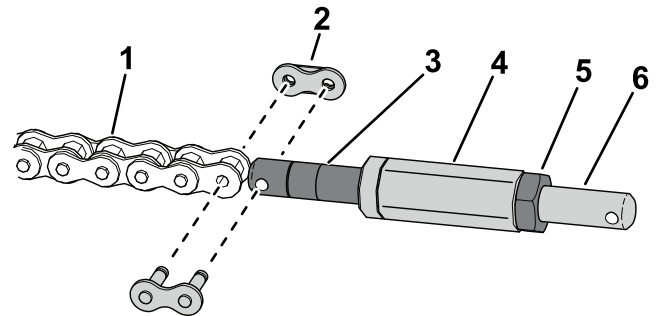

Bild 3
3. Verwenden Sie ein Kettenglied, um die Kette am Kettenspannschloss zu befestigen (Bild 3).
4. Montieren Sie die Sechskantwelle an das Kettenpannschloss (Bild 3).
5. Befestigen Sie das Kettenpannschloss mit einer Sicherungsmutter an der Sechskantwelle (Bild 3).